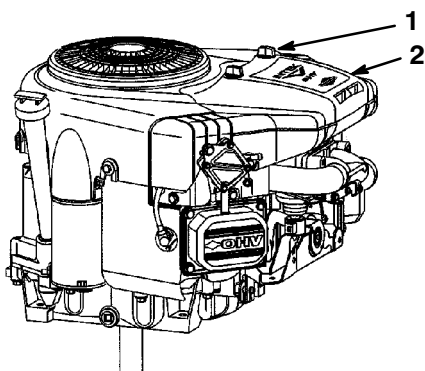

Figure 29
3. Nettoyer les abords du filtre à air pour éviter d'introduire dans le moteur des impuretés qui pourraient l'endommager. Dévisser les boutons et déposer le capot du filtre à air (Fig. 29).